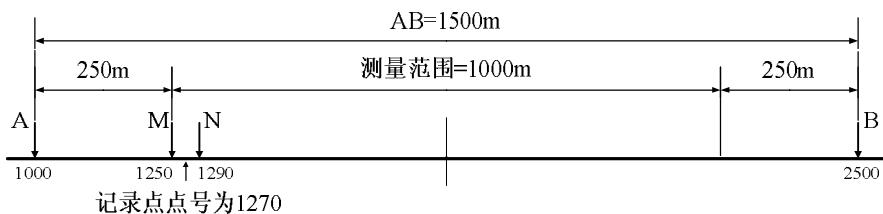

图 21
假设使用中间梯度找矿，AB定位1500米，根据规范，测量范围为1000米，靠近A极与B极各250米不测，假设A极点号为1000号，B极点号就是2500号；测量范围就从1250号到2250号，如图21所示：
① “线号”是指要测量线的线号。没有特别规定，按实际线号输入。
② “点号”是指正要开始测量的点号。图21例子中，开始测量的点号是1270号。
③ “点号增量”是指每次测量结束后MN跑极距离。假设每次移动20米，该项就置入20。
④ “点号方向”是指每次跑极测量是从大号测到小号，还是从小号测到大号。如果是前者则置入“减小”，反之就是“增加”。置入方式是按数字键“4”。在图21例子中，应置入增加。
⑤ “MN/2距离”是指实际MN间的距离的一半。图21中MN/2为20米。
⑥ “AB/2距离”是指实际AB间的距离的一半。图21中AB/2为750米。
⑦ “旁侧距离”是指测量主剖面还是旁侧剖面。主剖面该项置入“0”，如旁侧100米，该项就置入“100”。
⑧ “A极点号”是指A极所在点号。图21中，该项应置入“1000”。
在主菜单状态下,按[系统设置]进入次级菜单后按[内部测试]可以进入仪器调试状态,屏幕显示如图21所示。